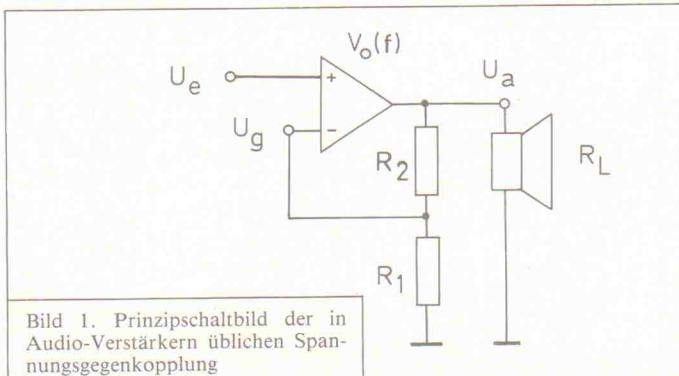

Bild 1. Prinzipschaltbild der in Audio-Verstärkern üblichen Spannungsgegenkopplung
Das zur Qualitätssteigerung von Hifi-Verstärkern am häufigsten verwendete Konzept ist das der Gegenkopplung. Eine mögliche Realisierung zeigt Bild 1. Mit Hilfe des Spannungsteilers aus den Widerständen R_1 und R_2 wird aus der Ausgangsspannung U_a die Gegenkopplungsspannung U_g erzeugt. Man führt sie auf den invertierenden Eingang des Verstärkers zurück, so daß sie der Eingangsspannung U_e entgegenwirkt. Da $U_g = U_a \cdot R_1 / (R_1 + R_2)$ proportional zur Ausgangsspannung ist, spricht man von spannungsgesteuerter Gegenkopplung.
- b) Lag-Kompensation mit R_k und C_k als Tiefpaßfilter vor dem Eingang der Zweiten Stufe. Ge-samtgegenkopplung wie in Bild 1.